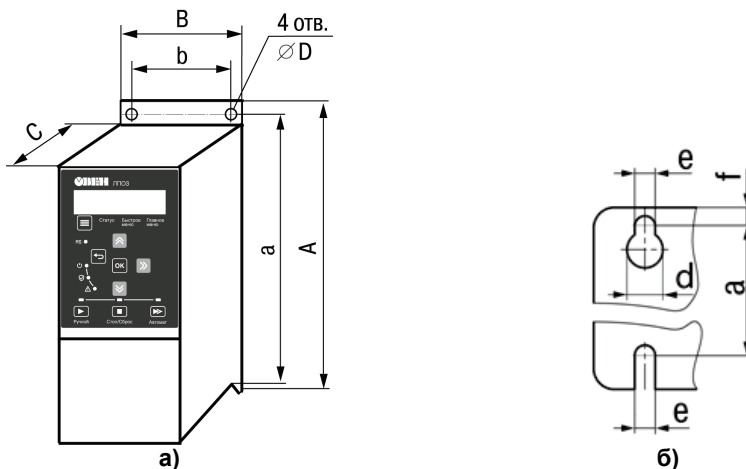
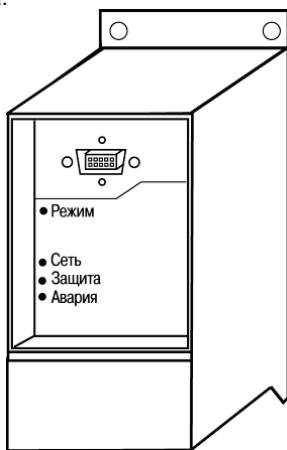

Рисунок 3.1 - Габаритные размеры ПЧВЗ, а) корпуса; б) плиты охладителя
Рисунок 3.2 – Лицевая панель прибора. Отсек подключения ЛПО
3.1.1.4 На задней поверхности прибора размещена плата охладителя с отверстиями, используемыми для крепления прибора (см. рисунок 3.1(б)).
Отсек подключения локальной панели оператора расположен в верхней части лицевой панели прибора (см. рисунок 3.1(а)). В исполнении IP54 доступ к отсеку возможен при снятой передней стенке (см. рисунок 3.2(б)).